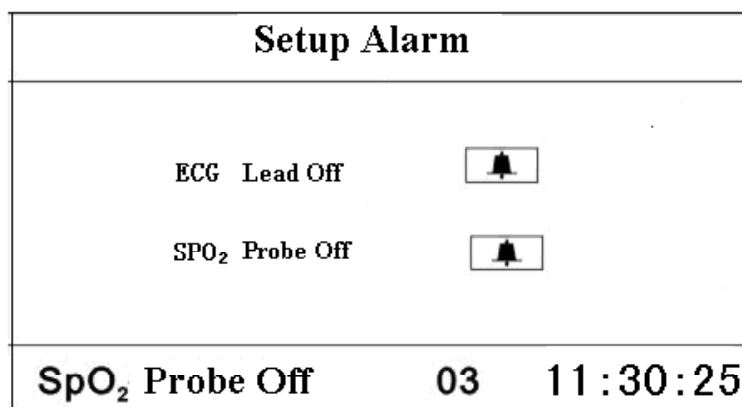

Figura 4.3 Schermata del menù veloce di impostazione allarme
- "🔕" pulsante: premere brevemente (circa 1 secondo) per attivare o disattivare temporaneamente la modalità silenziosa dell'allarme. Premere a lungo per entrare nel menù veloce come mostrato nella figura 4.3. Se le opzioni "ECG Lead off" e "SpO2 Probe off" non vengono spente manualmente dopo che l'allarme dura 5 minuti, il sistema imposterà lo status di allarme silenzioso.